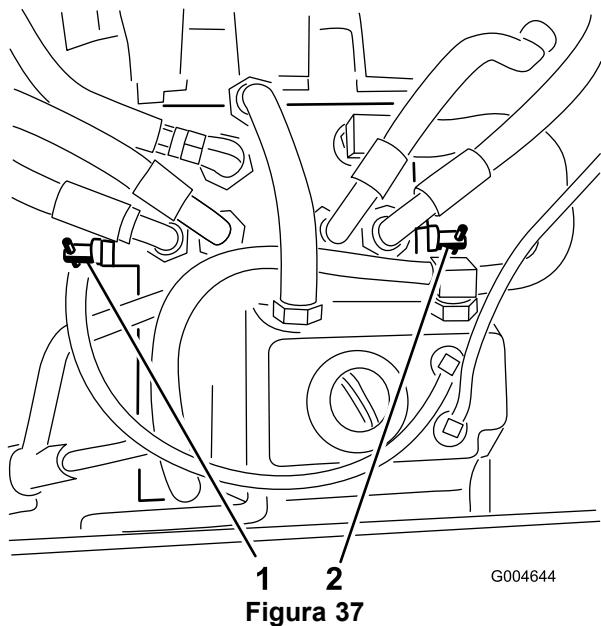

Figura 37
3. Gire las válvulas de desvío una vuelta en el sentido contrario a las agujas del reloj (Figura 37).
Gire cada válvula de desvío una vuelta en el sentido de las agujas del reloj y apriételas a mano (aproximadamente 8 Nm) (Figura 37).